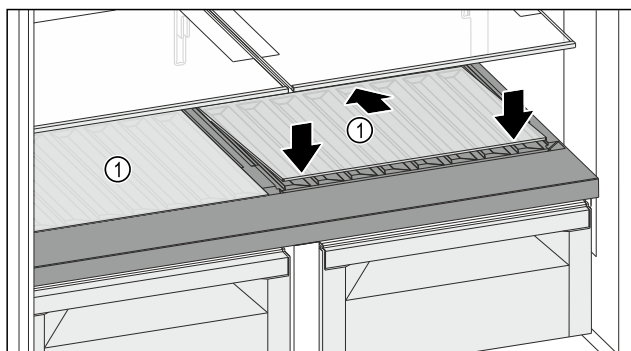

Fig. 122
- Placer la plaque de verre Fig. 122 (1) en biais et inclinée vers le bas.
- Abaisser l'avant de la plaque de verre Fig. 122 (1).